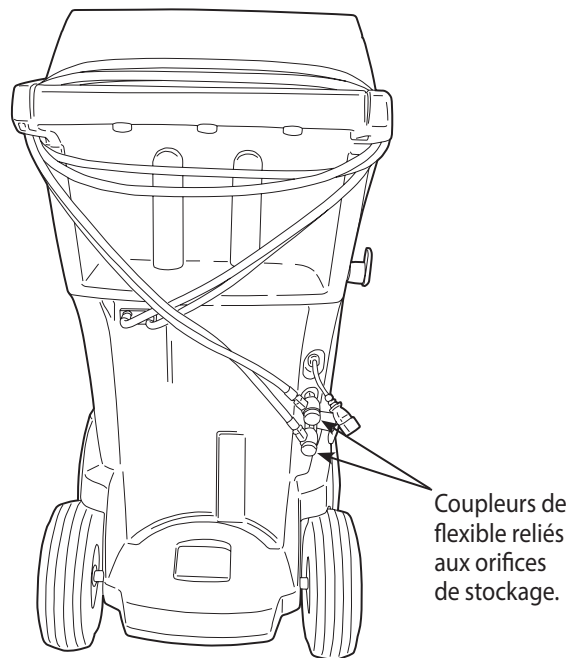

Figure 16
2. Faites passer deux fois les tuyaux de service autour de la poignée et attachez-les aux orifices de stockage. Reportez-vous à la figure 16.